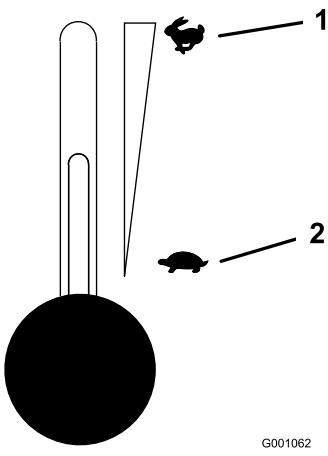

Figura 12
5. Mueva el control del acelerador a un punto intermedio entre las posiciones Lento y Rápido (Figura 12).
2. Mueva la palanca del acelerador a un punto intermedio entre las posiciones Lento y Rápido (Figura 12).